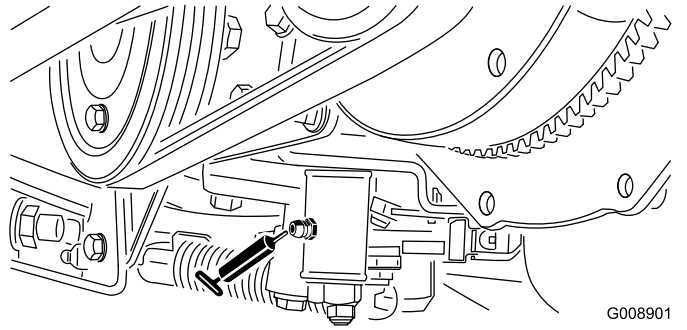

Figura 36
- Mecanismo de ajuste de punto muerto (Figura 36)